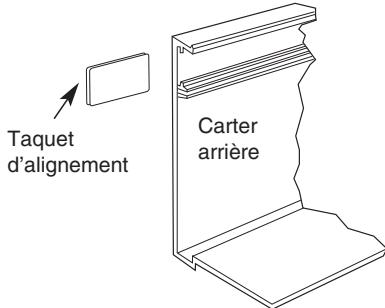

Fig. 6
8. Montez le radiateur sur la cloison en utilisant des vis, des boulons ou des ancrages (fournis par l'installateur) en fonction du type de structure murale. Des taquets d'alignement peuvent être insérés dans les carters arrière joints pour assurer leur alignement régulier. Voyez la Figure 6 pour les détails.